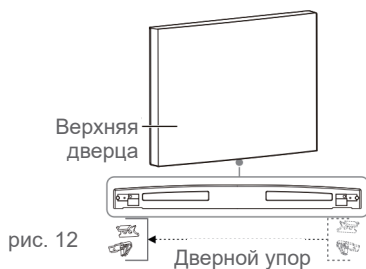

рис. 12
13. На верхней дверце снимите дверной упор, ослабив его винт снизу справа. Затем, используя винт, установите дверной упор снизу слева (→ рис. 12).